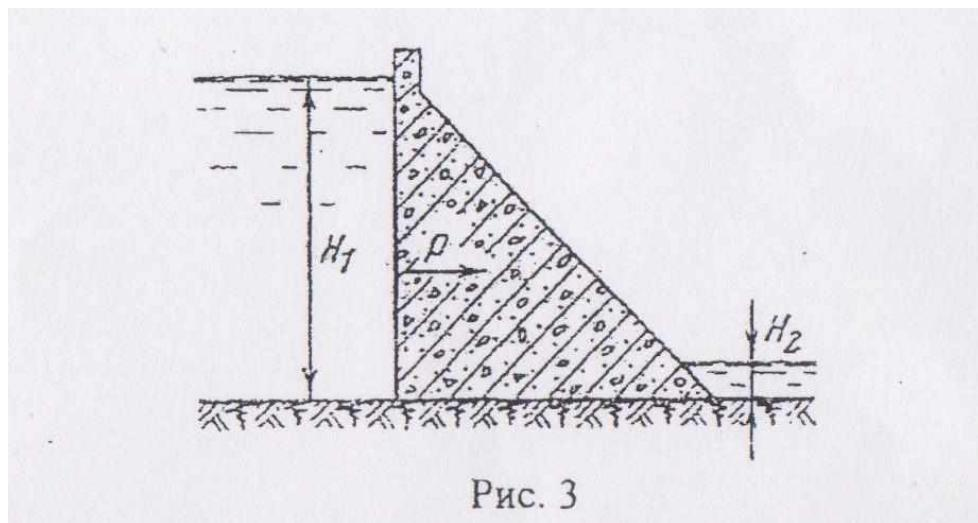

Рис. 3
**12. Определить горизонтальную силу, действующую на плотину (рис. 3) длиной  $L=1000\text{м}$  при высоте воды перед плотиной  $H_1 = 100\text{м}$ , а за плотиной  $H_2 = 10\text{м}$ .**